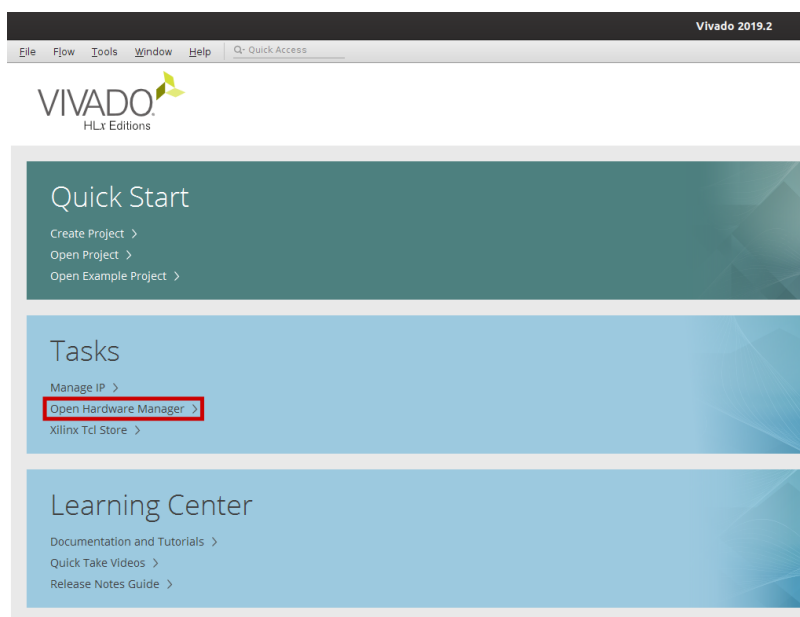

Figura 111. Abrir o *Hardware Manager*
- d. Abra o *Hardware Manager* disponível no Vivado e destacado na Figura 111.